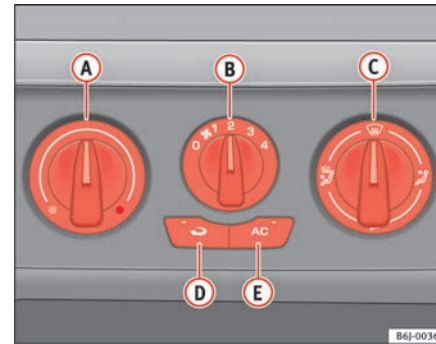

Abb. 89 In der Instrumententafel: Bedienelemente Klimaanlage
- Mit den Reglern \Rightarrow Abb. 89 A und C und mit dem Schalter B stellen Sie die Temperatur, die Gebläsestufe und die Luftverteilung ein.